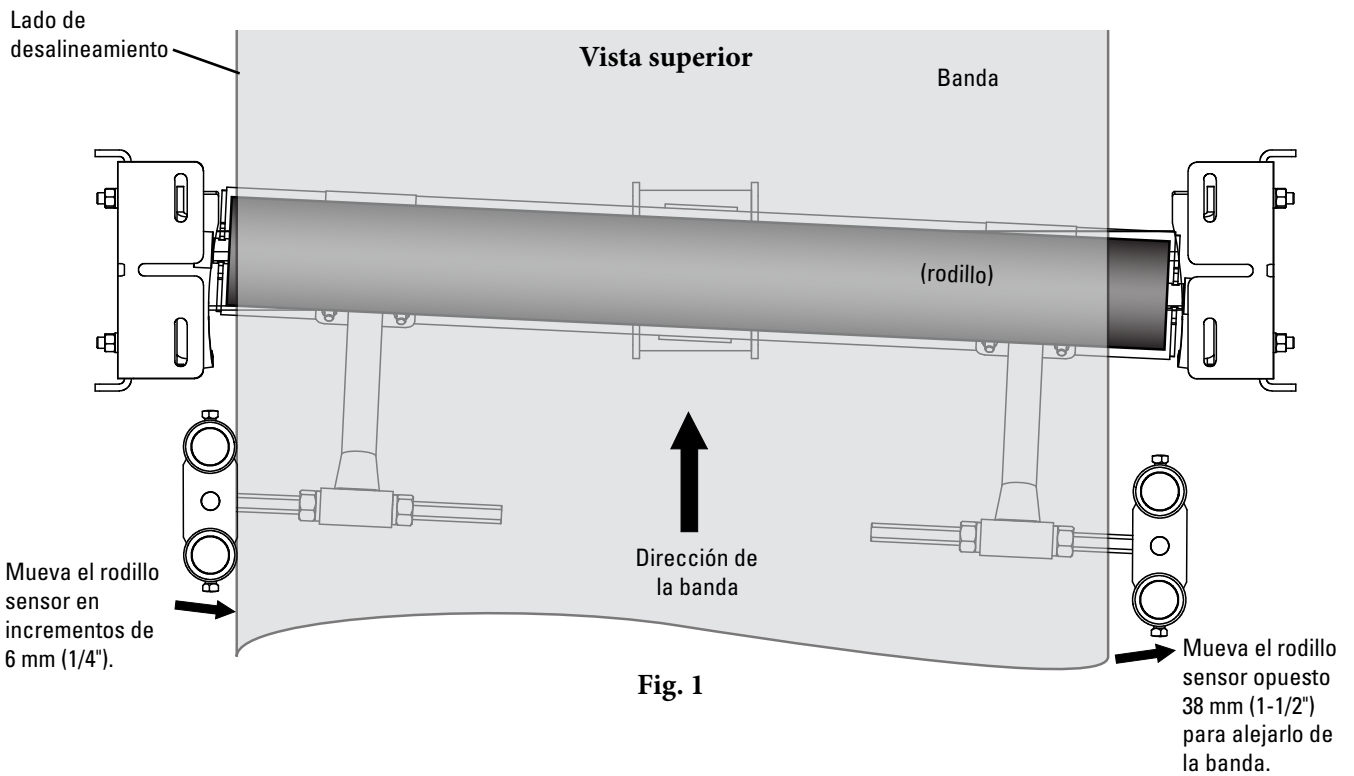
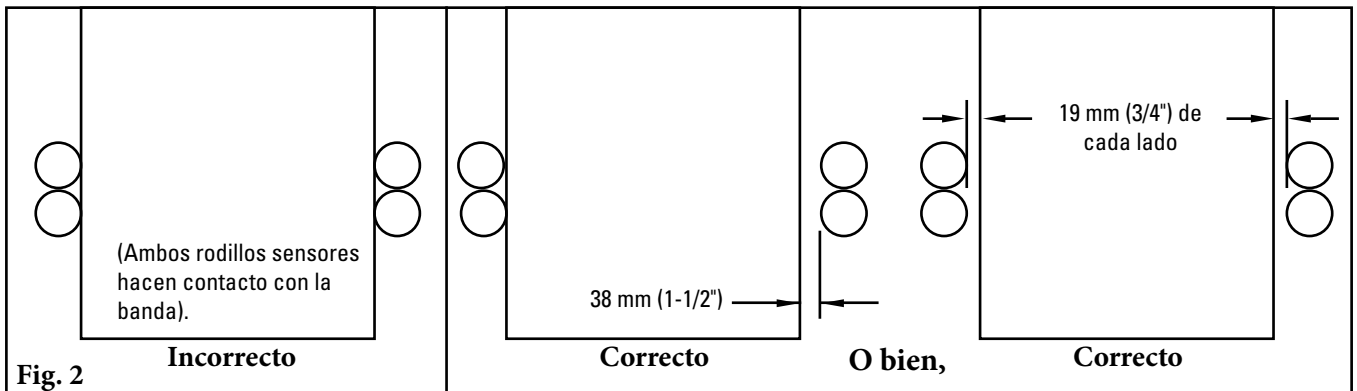

Fig. 1
Fig. 2
2. Asegúrese de que los rodillos estén asegurados en la unidad. Todavía no quite los amarres de plástico de los rodillos. Si no asegura los rodillos puede ocasionar lesiones graves si uno de ellos se cae (Fig. 1).
3. Ajuste/extienda los soportes de extensión para que coincidan con el ancho de la estructura. Usted recibirá PT Max con las medidas conforme a las normas de CEMA (ancho de banda de + 225 mm/9"). Después de medir la estructura, deslice horizontalmente el soporte de extensión hasta que los soportes de montaje estén alineados con el ancho de su estructura. Se proporciona un tornillo con cabeza cuadrada en el interior del marco de la base para apretar el soporte de extensión. Asegúrese de que el marco principal esté centrado a 3 mm (1/8") en los soportes de extensión (la misma longitud de los extensores que se muestran en ambos lados) (Fig. 2). Tenga en cuenta la extensión mínima/máxima a continuación.
- Si la banda todavía tiene demasiado desalineamiento a un lado, mueva el rodillo sensor hacia el centro. Haga ajustes de 6 mm (1/4"), uno a la vez (**Fig. 1**). No apriete la banda entre los rodillos sensores, todos los rodillos sensores deben ser 38 mm (1 a 1/2") más anchos que la banda (**Fig. 2**).
4. **Baje la banda.** Asegúrese de que la banda haga contacto completamente con los rodillos. Coloque láminas en la unidad para levantar o bajar en relación con la banda si no hacen buen contacto (Fig. 1). Apriete todos los tornillos.
1. Afloje los tornillos de ajuste, gire la tuerca "A" al extremo de la barra y luego gire la tuerca "B" para sacar los rodillos sensores de la banda (Fig. 1).
2. Afloje tornillos de ajuste en la base de los rodillos sensores y quite del brazo de ajuste (Fig. 2).